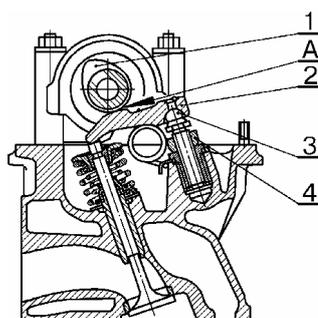

Рис.61.
- отрегулировать зазоры между кулачками распределительного вала и рычагами клапанов (кроме двигателей с гидроопорами). Величина зазора А, рис.61, между рычагами 2 и